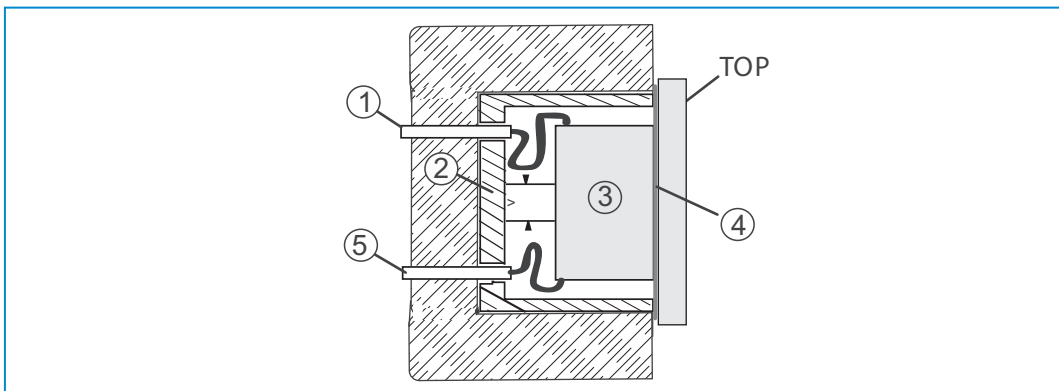

Abb. 6: SELV-Stromkreise
- » Achten Sie bei der Montage auf eine räumliche Trennung (> 10 mm) der SELV-Stromkreise zu anderen Stromkreisen (siehe Abb. 6).